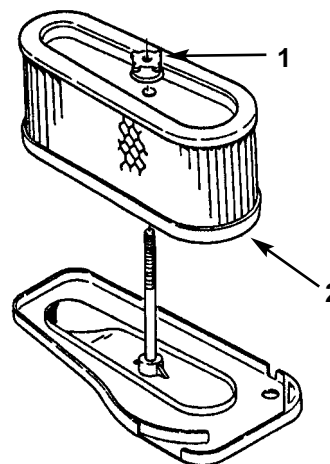

Fig. 30
5. Svitare il dado di gomma e togliete il filtro di carta (Fig. 30).
2. Inserite il filtro dell'aria al completo sull'asta lunga. Ora avvitate con le dita il dado di gomma contro il filtro dell'aria (Fig. 30).